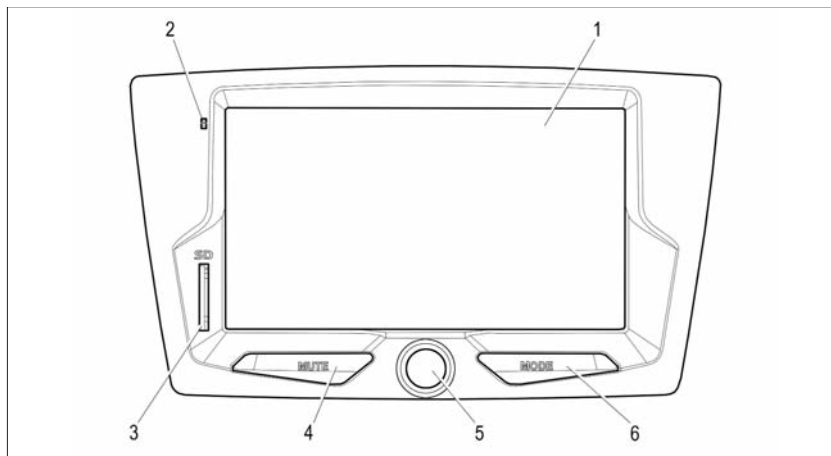

Рис. 1. Лицевая панель радиоприемника
2.2.1 Полностью отключить звук MMC можно кнопкой **MUTE 4** (рис. 1). При этом на дисплее (в правом нижнем углу) появится соответствующая пиктограмма.
2.3.1 Кнопка **MODE** (рис. 1) служит для переключения режимов работы радиоприёмника, при этом будут отображаться только активные режимы.
Регулировка громкости осуществляется вращением **ручки 5** вправо или влево (рис. 1).
2.5.2 Последовательным нажатием кнопки **MODE** (рис. 1) или нажатием отображаемых на дисплее кнопок выберите желаемый режим.
- кнопкой **MODE** (рис. 1).